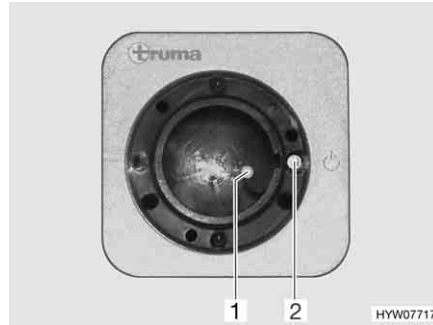
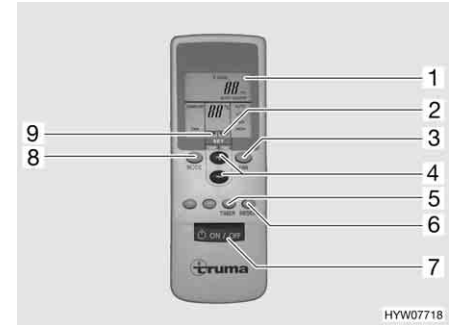

Fig. 137 Receptor
Fig. 138 Mando a distancia
- Conectar el mando a distancia por medio del interruptor (Fig. 138,7). La luz de control verde (Fig. 137,1) indica el funcionamiento de refrigeración.
- Ajustar el modo de funcionamiento deseado con la tecla (Fig. 138,8).
- De ser necesario, ajustar la potencia del ventilador y la temperatura ambiente deseadas con las teclas (Fig. 138,3 y 4). La flecha (Fig. 138,9) indica el modo de ajuste seleccionado.
- ▷ En el receptor se encuentra un pulsador interruptor adicional (Fig. 137,2) con el cual la instalación de aire acondicionado también se puede desconectar o conectar sin mando a distancia. En caso de que se conecte la instalación de aire acondicionado por medio de este pulsador interruptor, automáticamente se seleccionará el último modo de funcionamiento ajustado en el mando a distancia.
- Para desconectar, volver a pulsar la tecla (Fig. 138,7) del mando a distancia.
- Para la programación, conectar la instalación de aire acondicionado con la tecla (Fig. 138,7) del mando a distancia.
- Ajustar el modo de funcionamiento y la temperatura ambiente deseados con las teclas (Fig. 138,8, 3 y 4).
- Seleccionar la función deseada (Fig. 138,1) con la tecla (Fig. 138,5):
- Seleccionar el tiempo de conmutación deseado (de 1 a 15 horas) con las teclas (Fig. 138,4). La flecha (Fig. 138,2) parpadea e indica el modo de ajuste seleccionado.
- ▷ Con la tecla (Fig. 138,6) se realizan transmisiones repetidas de los ajustes del mando a distancia al emisor.